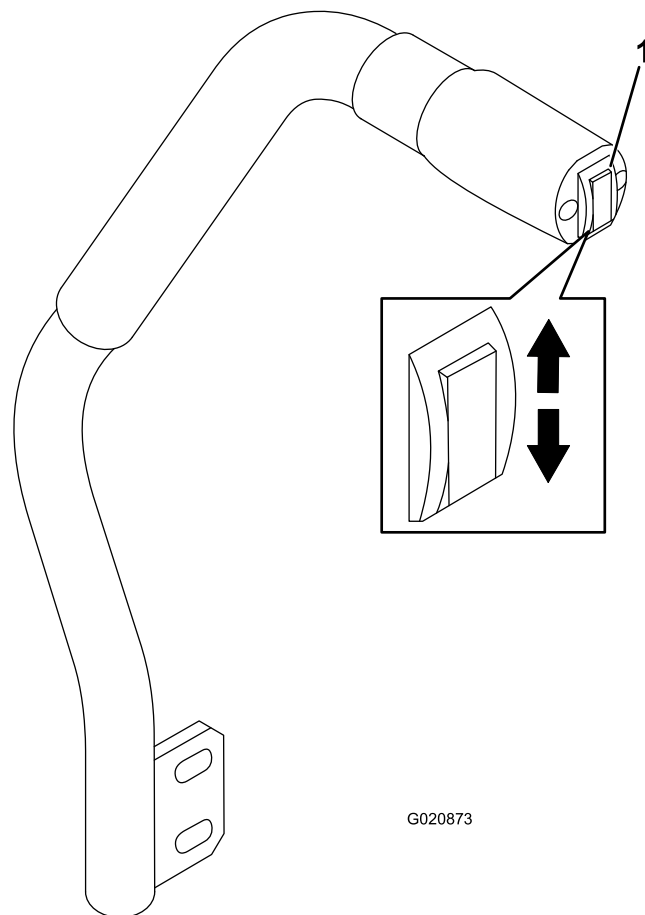

Figura 19
O interruptor de elevação da plataforma levanta e baixa a plataforma do cortador (Figura 19).
- Para baixar a plataforma do cortador, empurre o interruptor para baixo (Figura 19).
- Para elevar a plataforma do cortador, empurre o interruptor para cima (Figura 19).